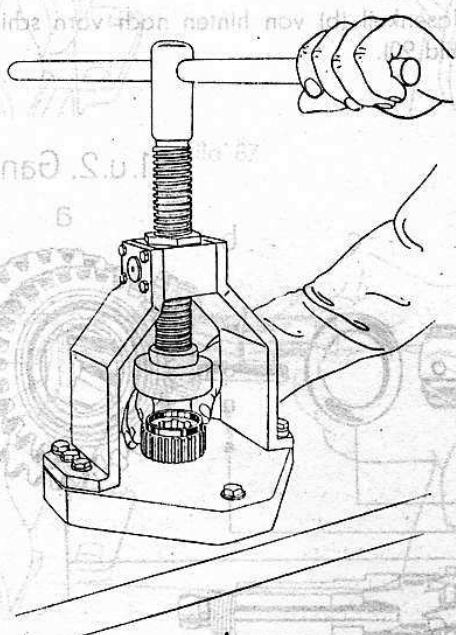

Bild 79
10. Neuen Mitnehmer ring einpressen (Bild 79).